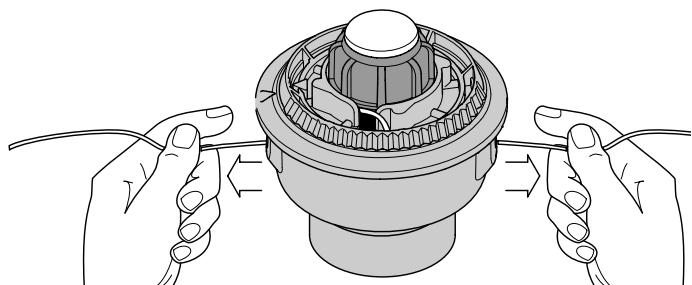

Figure 20
9. Si el bobinado de la línea se torna difícil o la línea se enreda, tire de los extremos de la línea de la bobina. Continúe bobinando el carrete interior en sentido antihorario (Fig. 20).